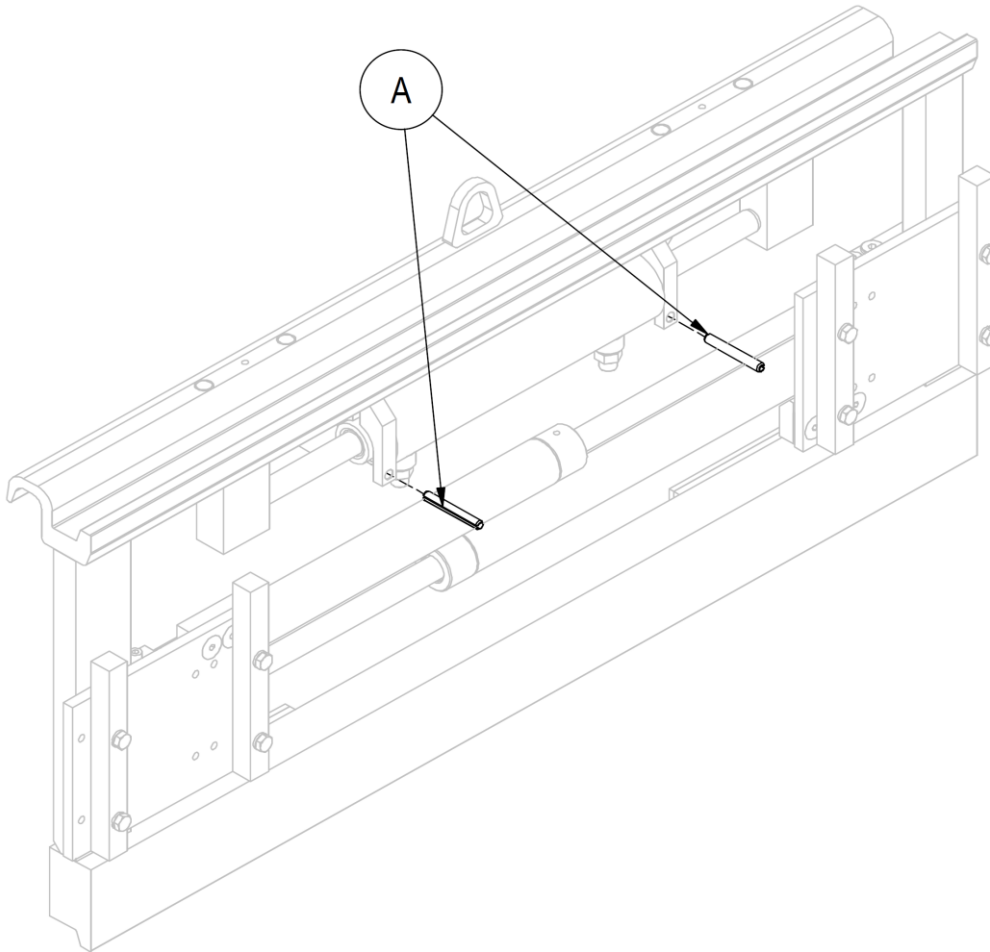

Figura 31
3. Rimuovere le spine elastiche **A** e sfilare il cilindro dalla sua sede (vedi *Figura 31*).